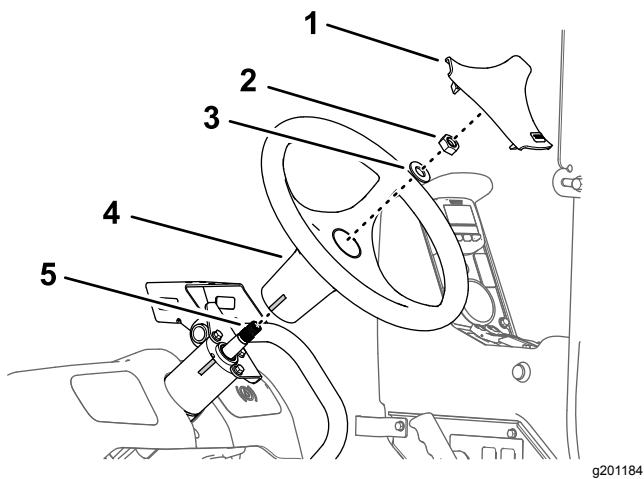

Figura 162
1. Alinee la cinta del volante con la cinta del alojamiento de la válvula de dirección (Figura 162).
- Monte el volante sobre el eje de la válvula de dirección (**Figura 162**) con la arandela (5/8") y la tuerca (5/8") que retiró en el paso 3 de **Retirada del volante** (página 77).